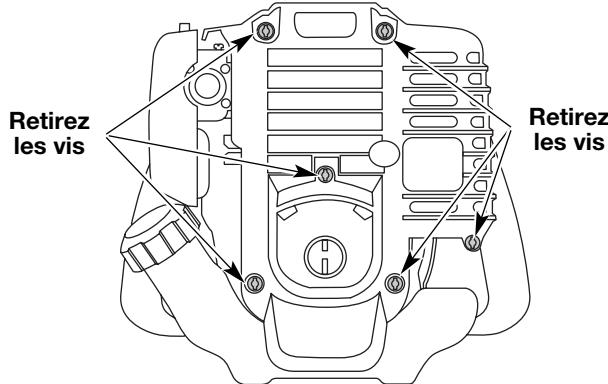

Fig. 27
1. Enlevez les deux vis (2) du haut du couvercle du moteur à l'aide d'un tournevis à lame plate ou T-25 Torx (Fig. 27).
4. Déposez le couvercle du moteur Fig. 27.